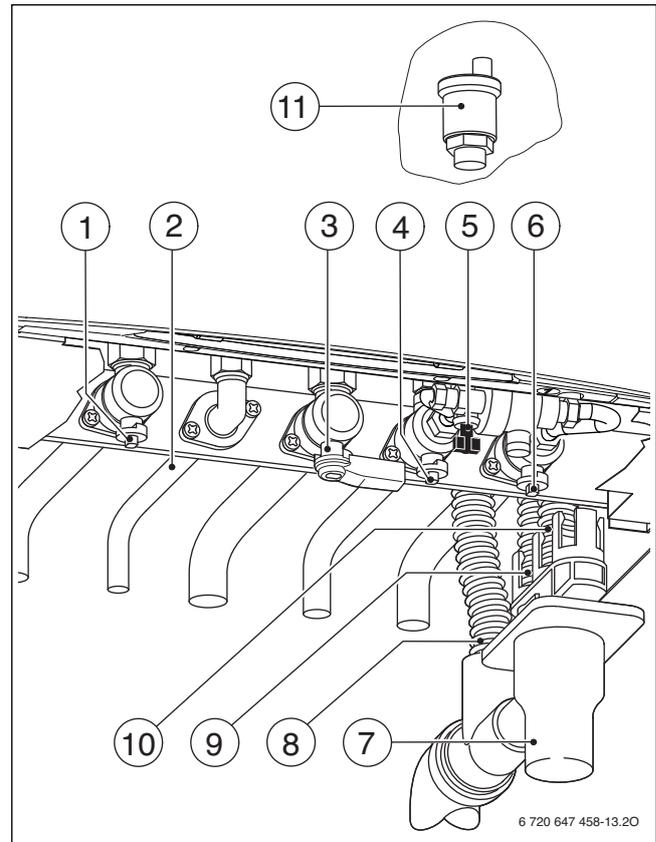

Fig. 21 Conexiones
- Abrir las llaves de impulsión y de retorno de la calefacción (→ fig. 21, [1] y [6]).
- Abrir la llave de agua fría (→ fig. 21, [4]).
- Abrir el purgador automático (dejar abierto) (→ fig. 21, [11]).
- ▶ Abrir la llave de gas (→ fig. 21, [3]).